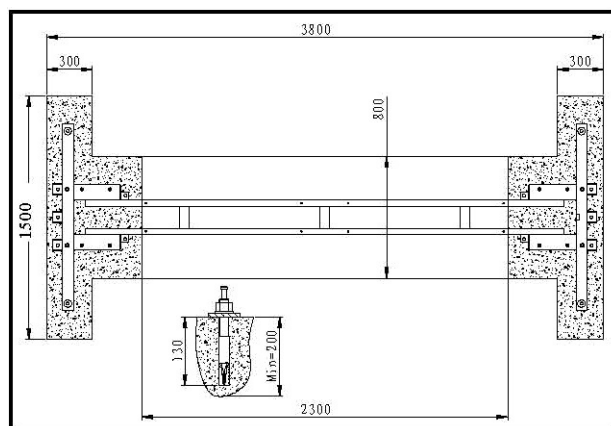

Fig. 28
- ◆ Instalar o parafuso de acordo com a Fig. 28.